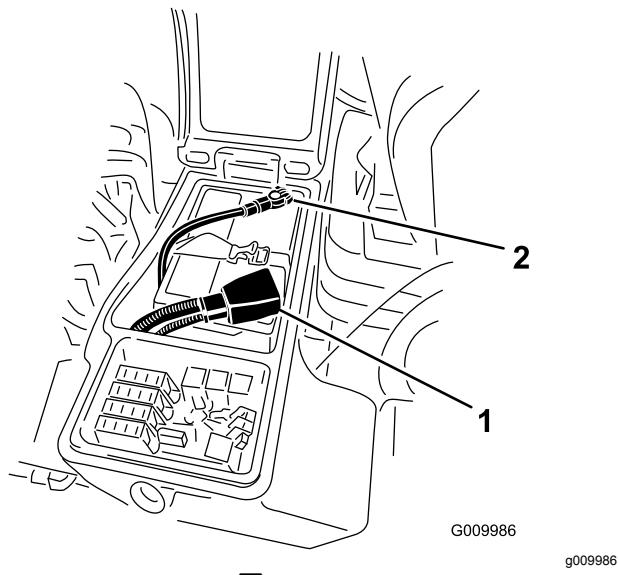

図 61
- 赤いケーブルをバッテリーの端子に、黒いケーブルはバッテリーの端子に固定する図 61